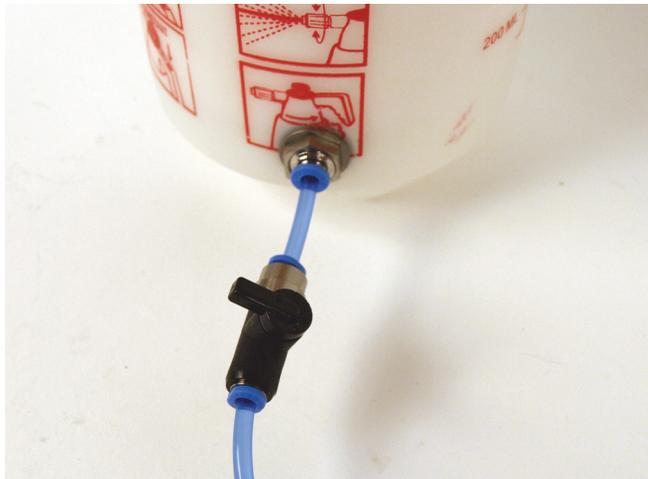

Figure 1-6 Régulateur du tuyau d'alimentation en position fermée
1. Assurez-vous que le régulateur du tuyau d'alimentation est bien fermé (Figure 1-6 à la page 31).